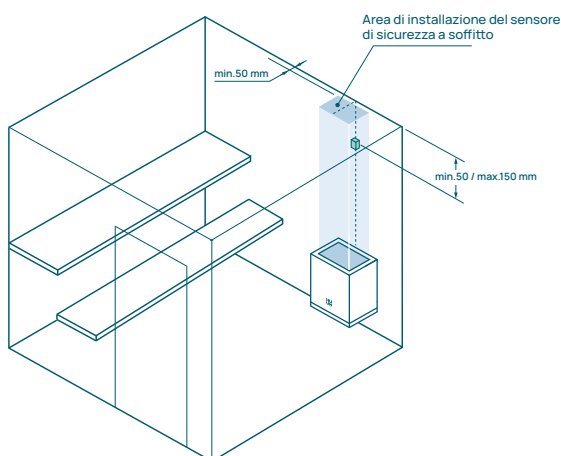

Figura 1. Posizionamento del sensore di temperatura/sicurezza.
* - Le distanze minime di sicurezza dal soffitto sono valide solo se il sensore di temperatura/sicurezza è posizionato nell'area designata sulla parete o sul soffitto come indicato nella Figura 1.
* - Le distanze minime di sicurezza dal soffitto sono valide solo se il sensore di temperatura/ sicurezza è posizionato nell'area designata sulla parete o sul soffitto come indicato nella Figura 1.
* – Le distanze minime di sicurezza dal soffitto sono valide solo se il sensore di temperatura/ sicurezza è posizionato nell'area designata sulla parete o sul soffitto come indicato nella Figura 1.